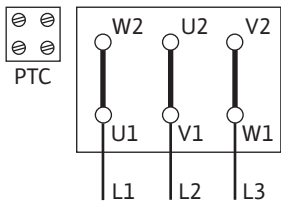

Fig. 10: 星三角启动
- 电源连接取决于电机功率 P2、供电电压和启动方式。接线盒中连接桥所需的电路见下表以及 Fig. 10、11 和 12。